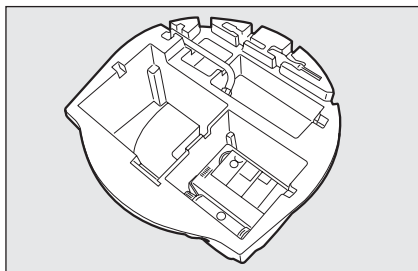

fig. 4
- prelevare dal bagagliaio il contenitore attrezzi **fig. 4**;